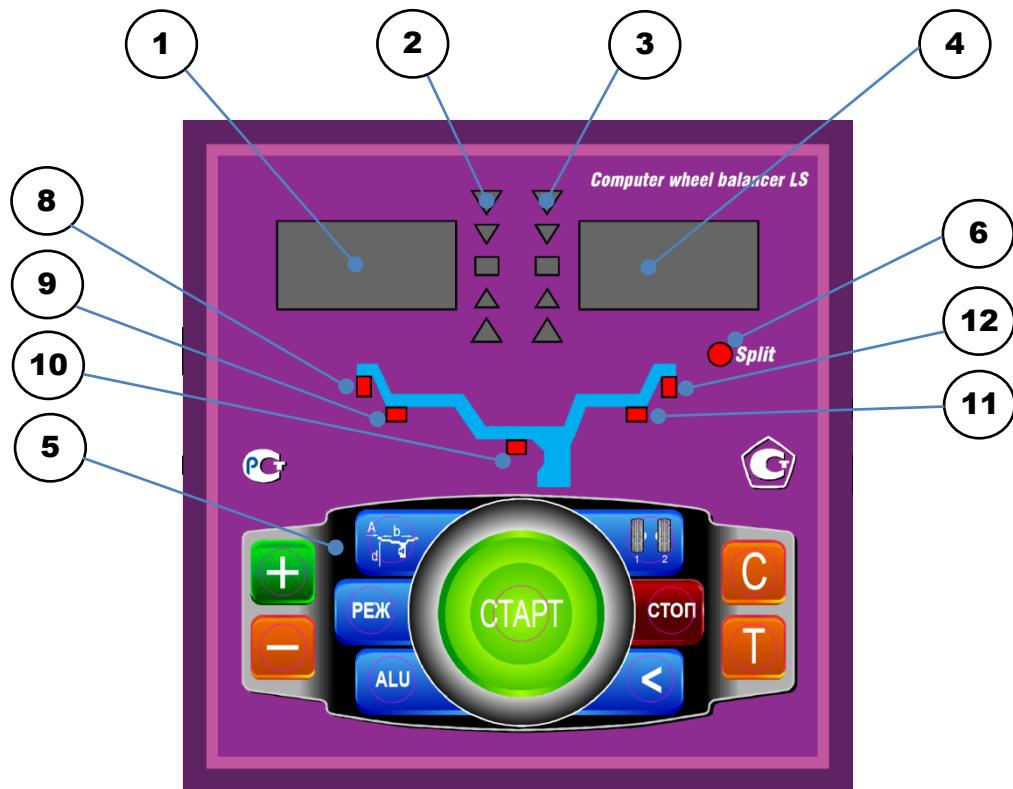

рис.8.1.
8.1. Общий вид лицевой панели показан на рис. 8.1.
При выдвижении штанги на индикаторах 1 (рис. 8.1) отображается значение параметра "A". Значение параметра "d" отображается на индикаторах 4.
Для ввода ширины нажмите кнопку "+" или "-" на индикаторах 1 (рис. 8.1) высветится "-b-", а на индикаторах 4 значение ширины диска. Через 2-3 сек после установки ширины индикаторы в режим отображения текущего дисбаланса.
Дважды нажать кнопку "A, d, b", после чего на индикаторах 1 (рис.8.1) загорается символ "A", а на индикаторах 4 исходная величина дистанции. Нажимая кнопки "-" и "+" установить на индикаторах 4 требуемую величину дистанции. Через 2-3 сек после установки дистанции показания на индикаторах 1 и 4 возвращаются к отображению текущего дисбаланса, а кнопки "-" и "+" возвращаются в режим ввода ширины обода.
11.1. Переключение схем ALU1-ALU5 осуществляется последовательным нажатием кнопки "ALU" при этом схема установки грузов отображается загоранием соответствующих светодиодов 8-12 (рис.8.1), кроме того, на индикаторах 1 отображаются символы ALU, а на индикаторах 4 номер 1-5. Через 2-3 сек. после установки требуемой программы ALU индикаторы 1-4 переходят в режим отображения дисбаланса.
12.3. Для входа в программу Split удерживайте кнопку РЕЖ, до того, как загорится светодиод 6 (рис.8.1) и на индикаторах 1 загораются символы "SPn", означающие, что необходимо ввести число спиц обода колеса, подлежащего балансировке. При этом на индикаторах 4 загорается цифра 5. Если число спиц колеса отличается от 5, кнопками "-" и "+" установить на индикаторах 4 фактическое число спиц колеса.
12.4. Запустите СБ. После остановки вала установите любую спицу обода колеса вертикально вверх (на 12 часов) и нажмите кнопку С. После чего, на индикаторе 1 и линейке 2 (рис.8.1) будут указаны величина и место установки корректирующего груза на внутренней плоскости.
кнопку "1-2". Визуальный контроль того, какие параметры установлены в данный момент, осуществляется нажатием "A, d, b" на индикаторах 4 (рис.8.1) будут последовательно отображены, установленные в данный момент диаметр, ширина обода и дистанция.
14.1. При включении тумблера питания СБ на индикаторах 1 (рис. 8.1) высвечивается трёхзначное число -номер версии программного обеспечения. Через 2-3 сек на индикаторах 1 и 4 должны загореться нули, кроме того должны загореться светодиоды 8 и 12, что свидетельствует о включении режима стандартной балансировки с установкой на обеих плоскостях коррекции грузиков на пружинках. На линейках 2 и 3 (рис. 8.1) должны загореться центральные светодиоды.
14.2. При включении СБ программа измерения дисбаланса настраивается таким образом, что дисбаланс менее 8 г ( заводская установка для легкового режима) на любой плоскости коррекции не показывается, в этом случае на индикаторах 1 и 4 (рис. 8.1) высвечиваются "0". Минимальный дисбаланс отображающийся на индикаторах 1 и 4 равен 8г. Дисбаланс, превышающий 8г, округляется до величины кратной 5, т. е. дисбаланс 9, 10, 11 и 12 г отображается цифрой 10, дисбаланс 13, 14, 15, 16 и 17 г - цифрой 15 и т. д. Для просмотра неокруглённого значения дисбаланса или дисбаланса менее 8г. необходимо нажать кнопку "<", при этом на индикаторах 1 и 4 на 2-3 сек высвечиваются фактические значения дисбаланса, определённые в данном запуске.